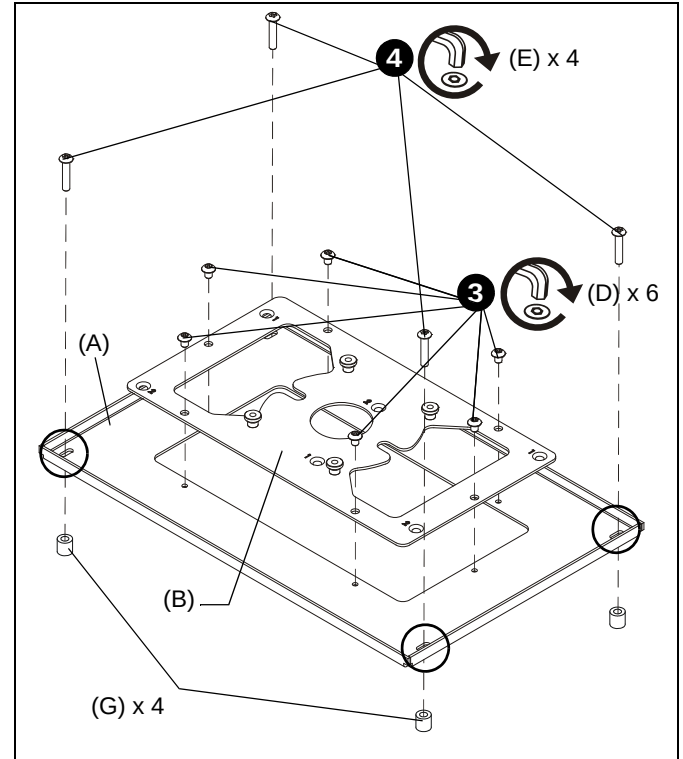

Figura 4
- Fije la placa pequeña del adaptador (B) a la placa grande del adaptador (A) con seis tornillos de cabeza plana hexagonal de 10-24 x 1/4" (D). (Consulte la Figura 4)
- Fije las placas del adaptador que están juntas al proyector con los cuatro tornillos de cabeza plana hexagonal M4 x 20mm (E) y (en caso de ser necesario) los espaciadores (G) en cada esquina de la placa grande del adaptador (A). (Consulte la Figura 4)